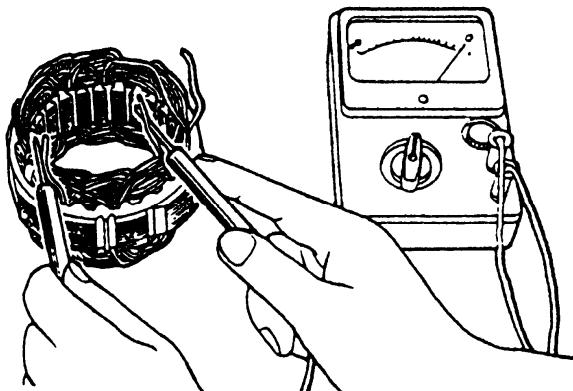

图 9-42
(2) 定子的检查
① 检查线圈导线间的导通状况，如不导通，应更换定子（见图 9-42）。